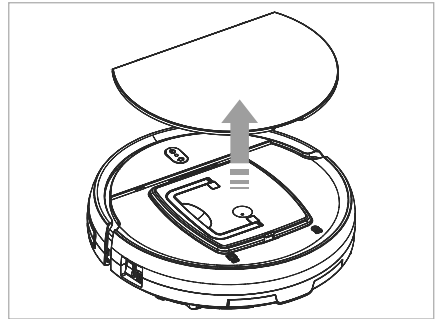

Abb. 7
- Entfernen Sie die Abdeckung **15** des Staubbehälters **14** und ziehen Sie ihn am Henkel aus dem Gerät (siehe Abb. 7 und 8).